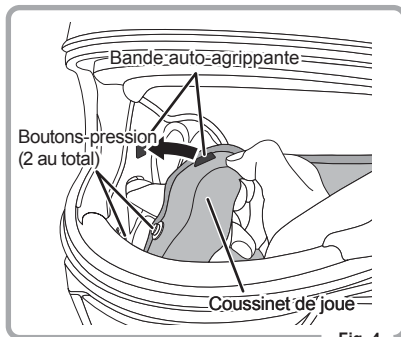

Fig. 4
5. Fermez les deux boutons-pression en veillant à faire adhérer la bande auto-agrippante. (Fig. 4)